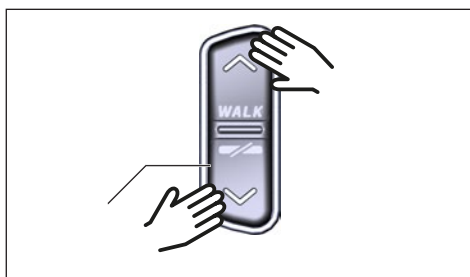

Fig. 6: Selezionare la modalità di assistenza sul HPR Remote V02
- Con una **breve** pressione sul pulsante UP di Remote (vedere Fig. 6) aumenta la modalità di assistenza.
- Con una **breve** pressione sul pulsante DOWN di Remote (vedere Fig. 6) si diminuisce la modalità di assistenza.
- Con una **lunga** pressione (>3 s) sul pulsante GIÙ del Remote (vedere Fig. 6), si disattiva l'assistenza dal sistema di guida.